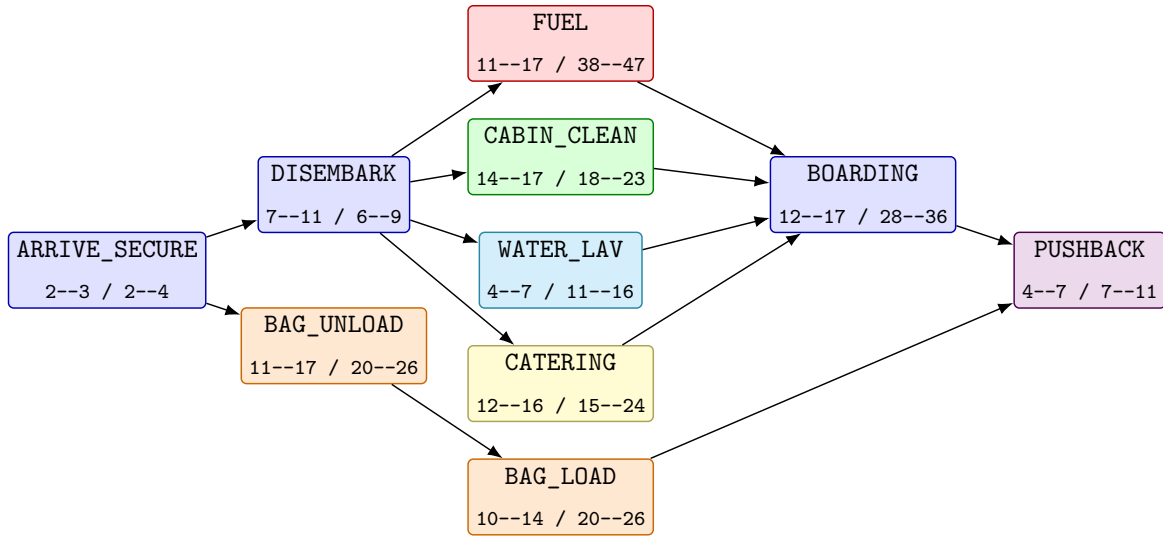

图 1: 国内客运地勤任务 (Domestic passenger profile)。时长以分钟为单位。
每个航班任务列表由其任务档案 (*service profile*) 固定，即承运类型、机型和运营类型的组合。任务档案决定了该航班需要哪些任务以及它们之间的先后关系。一共有三种结构上不同的任务图，每个档案族对应一种。它们分别绘制在图 1、2 和 3 中。每个任务节点按其所需机组的人力种类进行颜色编码：`ramp_team` `baggage_team` `fuel_team` `catering_team` `cabin_clean_team` `water_waste_team` `pushback_team`。节点上还标注了以分钟为单位的时长范围，形式为窄体 / 宽体。每项任务的时长在不同航班之间可能略有差异，但始终保持在指定范围之内。
- **C8.** 只要一个航班的两项任务在种类上存在先后关系（见图 1、2 和 3），前面的任务必须在后续任务开始之前结束。